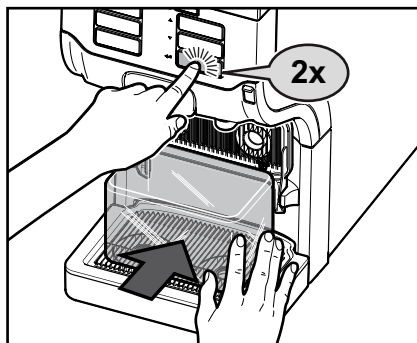

Fig. 32
2. Collocare il recipiente di raccolta sotto i due erogatori del prodotto e premere quindi il tasto INVIO ◀ (fig. 32).
3. Premere il tasto INVIO ◀, per avviare il ciclo di risciacquo (fig. 32).